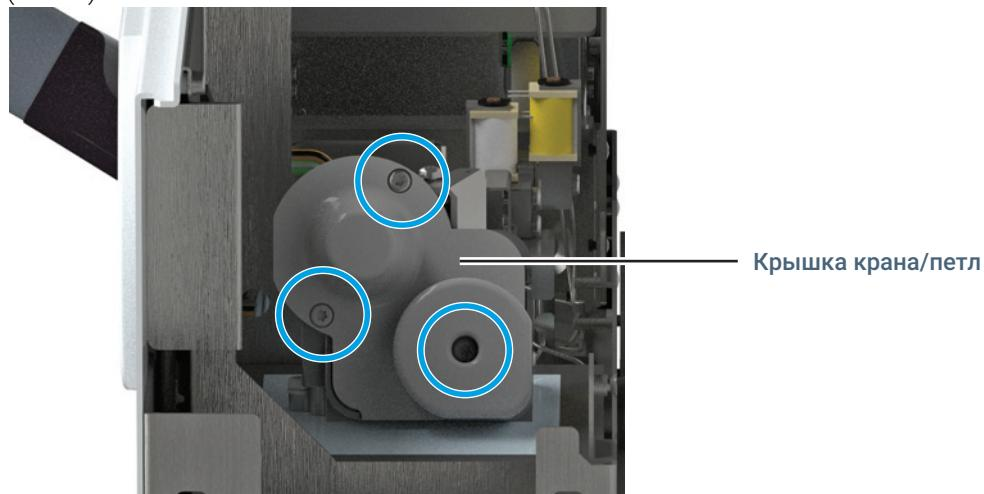

Рис. 9. Крышка крана/петли
- 4 Полностью открутите три невыпадающие винта T-20 Torx на крышке крана/петли (Рис. 9).